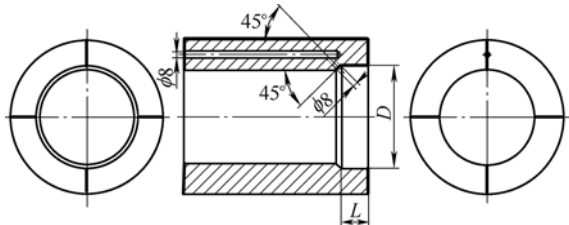

图5 钻斜孔前的工件
(5) 钻孔前，要在工件上斜孔孔口位置加工出一个垂直于斜孔轴线的平台，以保证钻头在开始加工时工作平稳，中心定位准确，也能很好地保护钻头，如图5所示。
同时，为了保证斜孔与直孔的中心线相交，在加工斜孔前需要在划线平台上划线找正斜孔位置，在图5中，加粗的实线即为所划线。主视图中的划线在有直孔的端面上经过直孔中心线，再经圆筒外壁，与圆筒另一端面划线相接，并一直延伸到内孔中斜孔位置，然后打样冲点，确定斜孔中心。划线后经斜孔工装装夹，并按划线找正，就能保证直孔与斜孔的相交了。